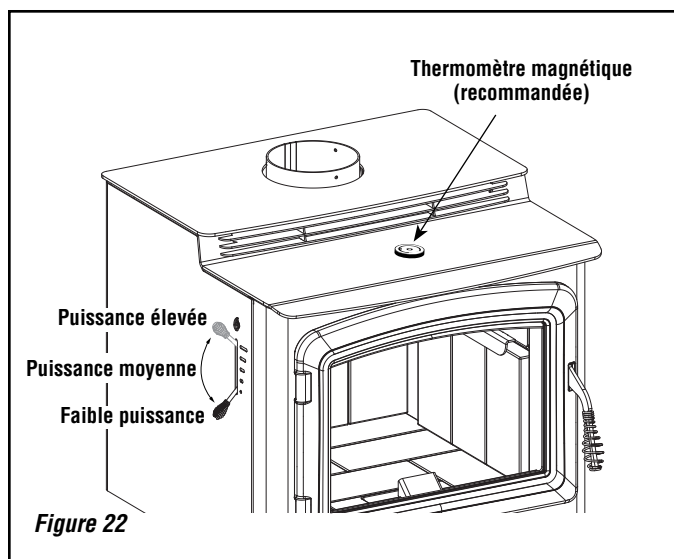

Figure 22
5. **Lorsque l'on opère un appareil au bois, il est important de se familiariser avec l'utilisation du registre d'entrée d'air de l'appareil afin de voir son impact sur la température de l'appareil et la chaleur dégagée. L'utilisation d'un thermomètre pour poêle à bois est recommandée afin de savoir si l'appareil ne surchauffe pas et si on brûle le bois avec le maximum d'efficacité. Placé le thermomètre sur le dessus de l'appareil tel qu'indiqué à la figure 22. Faire une lecture de la température à toutes les 15 minutes approximativement jusqu'à ce que vous soyez familier avec le rendement de votre appareil. Fermer le registre complètement si la température excède 500 degrés, ce qui indiquerait que l'appareil surchauffe.**